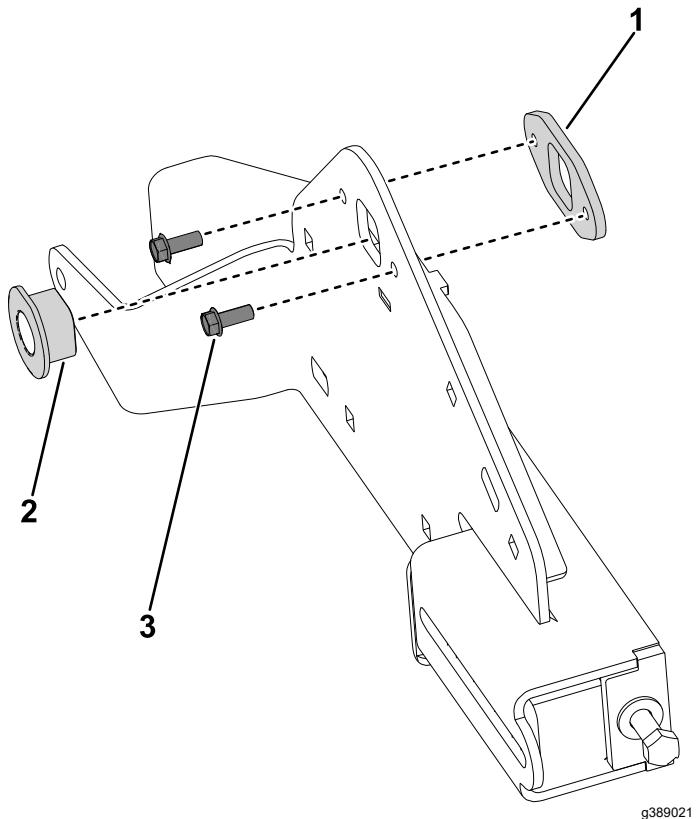

Bild 28
2. Bauen Sie die Achsbuchse in die Raupenstütze ein (Bild 28).
3. Montieren Sie die Achsbuchsenträger an der Raupenstütze und befestigen Sie diese mit den beiden Schrauben ($\frac{1}{4}'' \times \frac{5}{8}''$) (Bild 28).